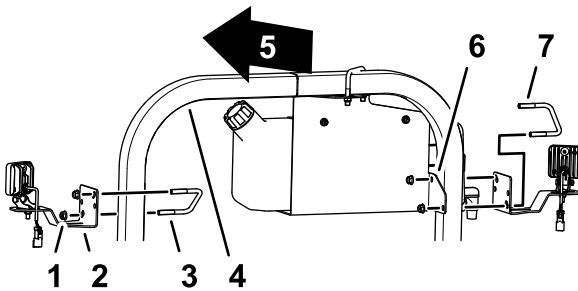

图 5
- 在 ROPS 左侧卸下将清水箱支架固定至 ROPS 管的 U 形螺栓 $\frac{3}{8}$ x $3\frac{1}{2}$ x 2-13/16 英寸和凸缘锁紧螺母图 5。
- 如图 5 所示用步骤 1 中卸下的 U 形螺栓 $\frac{3}{8}$ x $3\frac{1}{2}$ x 2-13/16 英寸和凸缘锁紧螺母 $\frac{3}{8}$ 英寸将 LED 灯和支架安装到 ROPS 管和清水箱支架上。
- 在 ROPS 管的另一侧用 U 形螺栓 $\frac{3}{8}$ x $3\frac{1}{2}$ x 2-13/16 英寸和凸缘锁紧螺母 $\frac{3}{8}$ 英寸将后工作灯套件的 LED 灯和支架安装到 ROPS 管上图 5。